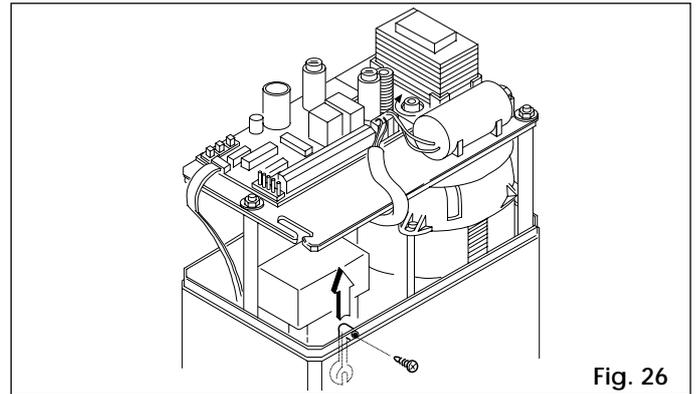

Fig. 26
- 5) Retirer la languette de sécurité comme indiqué Fig.26 et la conserver pour les opérations d'entretien éventuelles.